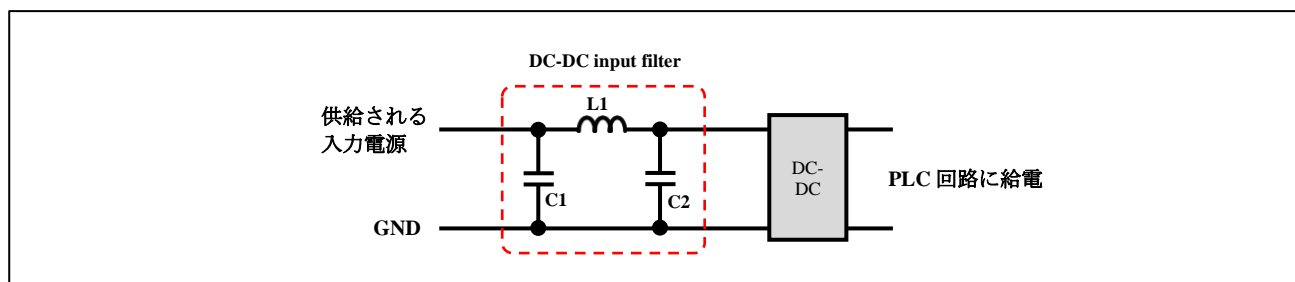

Figure 4-1 DC-DC 電源回路用入力フィルタの回路例
- 他の電源回路や PLC 回路への影響を抑えるため、DC-DC 電源回路に供給される入力電源に含まれるノイズ成分を除去し、DC-DC 電源回路で発生するスイッチングノイズの影響を低減することを目的として、DC-DC 電源回路の入力部に LC 回路で構成するフィルタを挿入することを推奨します。Figure 4-1 に DC-DC 電源回路用入力フィルタの回路例を、その回路定数例を Table 4-1 に示します。